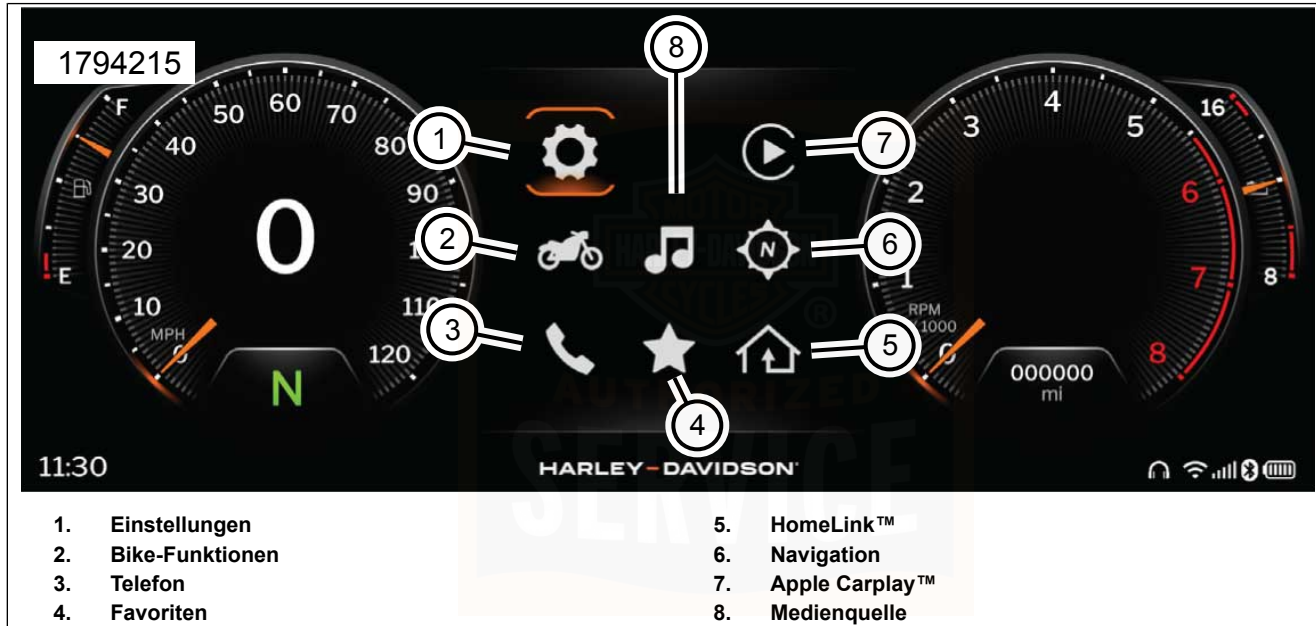

Abbildung 81. IFCU-Menü-Auswahloptionen
- a. Siehe Abbildung 81. Mit dem linken Handbedienelement oder dem Touchscreen zu > **System** > **Systeminformationen** > **Produktinformationen** navigieren. Dieses Menü zeigt die aktuelle Software-Version auf der IFCU . Siehe Funktionsweise > Infotainment-Steuereinheit (IFCU) (Seite 102) .